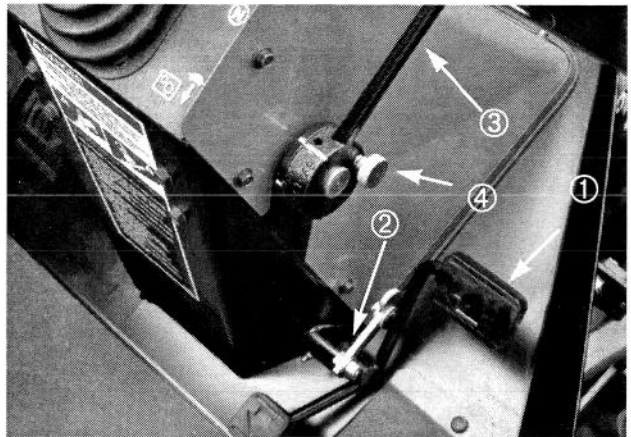

Figure 16
Pédale de déplacement (Fig. 16)—Commande le déplacement en marche avant et arrière. Appuyer sur le haut de la pédale pour la marche avant et sur la base pour la marche arrière. La vitesse au sol varie selon que la pédale est plus ou moins enfoncée. Pour une vitesse maximale au sol sans charge, enfoncer à fond la pédale en gardant la commande des gaz sur FAST (RAPIDE). Pour une puissance maximale avec charge ou sur pente, maintenir le moteur à régime élevé en mettant la commande des gaz sur FAST et en appuyant légèrement sur la pédale de déplacement. Quand le régime du moteur commence à diminuer à cause de la charge,
Sélecteur de vitesse (Fig. 16)—Pour régler à la vitesse désirée tourner la came de la tige de commande, sssaugmente quand le levier est tourné en avant et elle diminue quand il est tourné en arrière.
Levier de changement d'essieu (Fig. 16)—Situé sur le côté droit de la console pour sélectionner la traction avant. Tirer sur le bouton de blocage, déplacer le levier vers l'arrière pour la tonte et vers l'avant pour le transport, puis relâcher le bouton pour bloquer la sélection. Le levier doit se trouver en position combinaison basse (LO) pour la tonte. Le point mort (N) est réservé au remorquage.